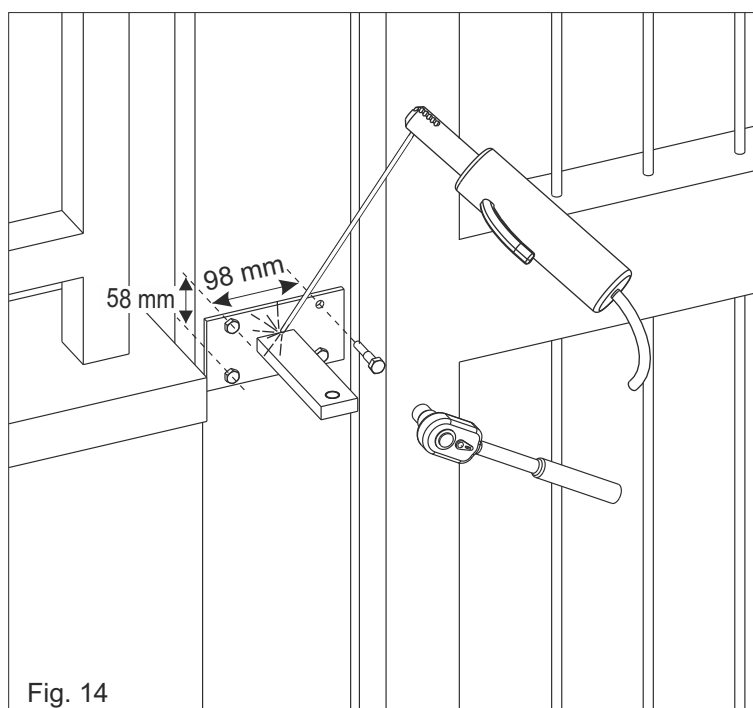
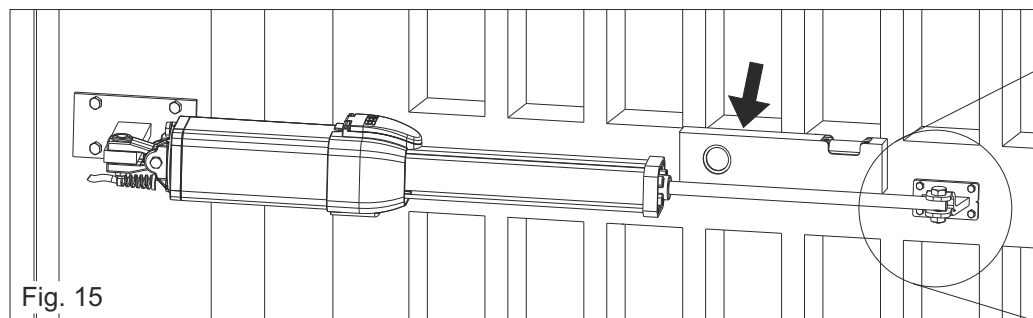

Fig. 14
Fig. 15
Selon le type d'ouverture (intérieure ou extérieure) et la rotation maxie du vantail choisie (voir pag. 36-37), il faut couper (en avant) la bride en respectant le quota "a" de pag. 36-37 et après souder comme dans Fig. 14. Le support doit être positionné de façon que l'opérateur est parfaitement horizontal (Fig.14, Fig.15).
- 4) Positionner l'opérateur de façon parfaitement horizontal donc marquer la position de l'attaque antérieur (Fig. 15)